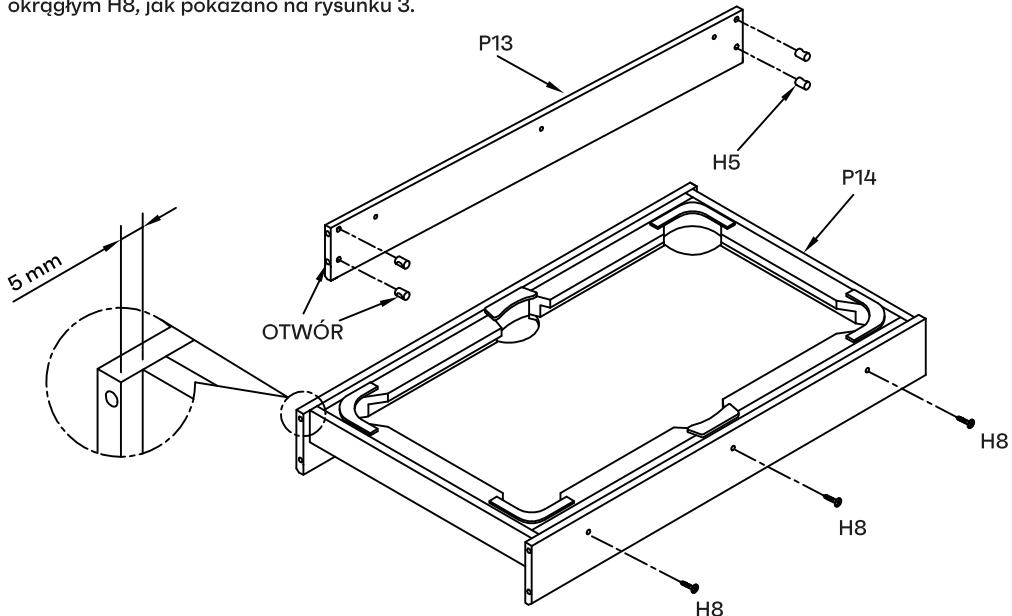

RYSUNEK1
2. Wsuń boisko do piłkarzyków P7 w rowki na panelach bocznych P5 grafiką skierowaną do dołu. Patrz rysunek 1.